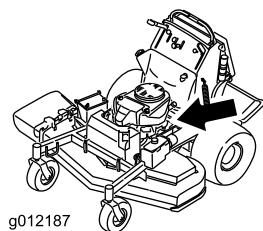

Figure 46
3. Remplacez le filtre à huile moteur (Figure 46).